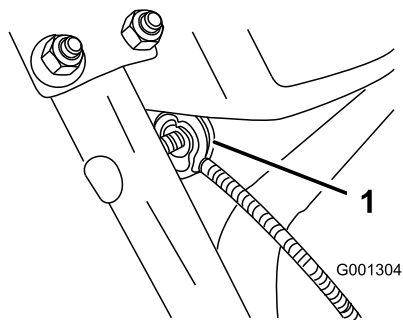

Figure 8
3. Retirez l'écrou et la rondelle du guidon, fixez le serre-câble qui se trouve sur le câble au guidon, posez la rondelle et l'écrou, et serrez l'écrou à la main (Figure 8).